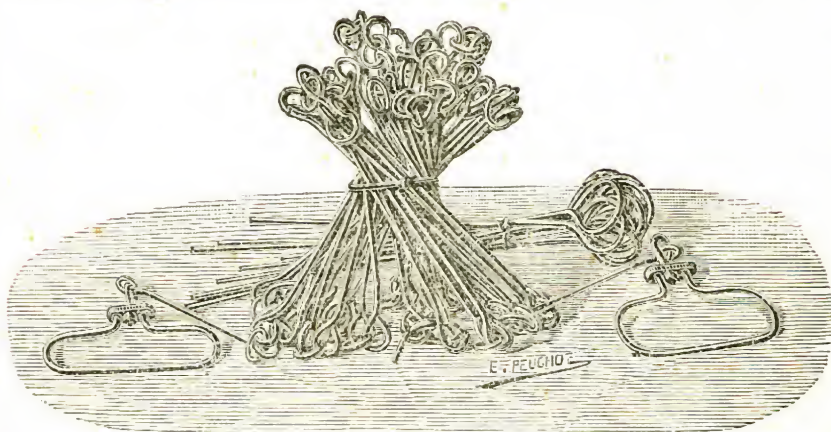

Fig. 1
1. Chaîne d'arpenteur en fer, de 10 mètres, divisée en chaînons de 0 m .20 (fig. 1) avec fiches à pointes.....	4 25